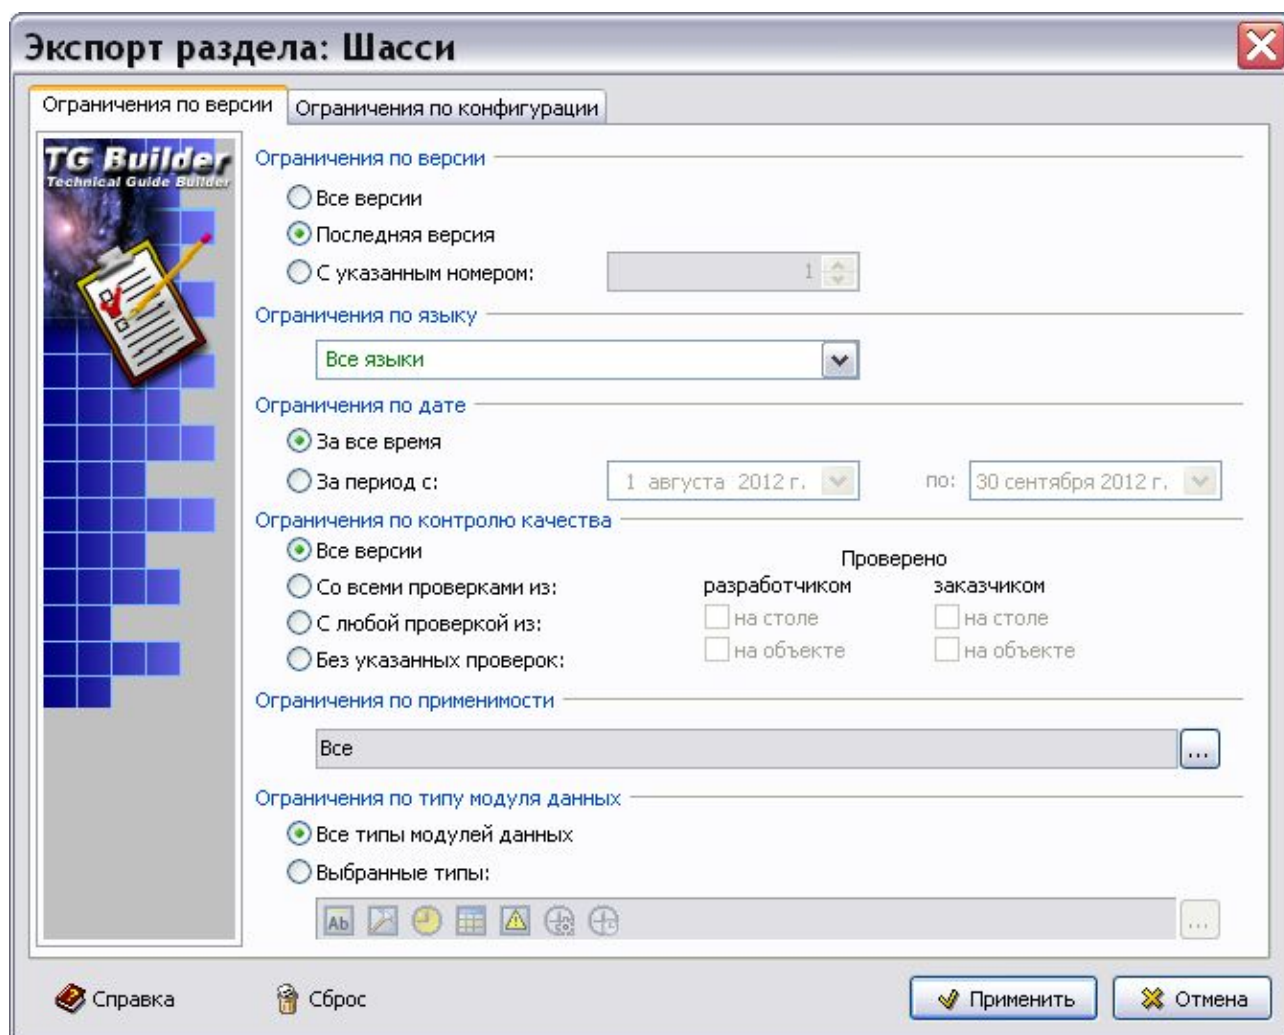

Рис. 8.89
6. С помощью кнопки **Конфигурации и версии**  производится настройка экспортируемой конфигурации и версий модулей данных, входящих в выбранный раздел. При нажатии на кнопку появится окно **Экспорт раздела**: с названием выбранного для экспорта раздела (Рис. 8.89).